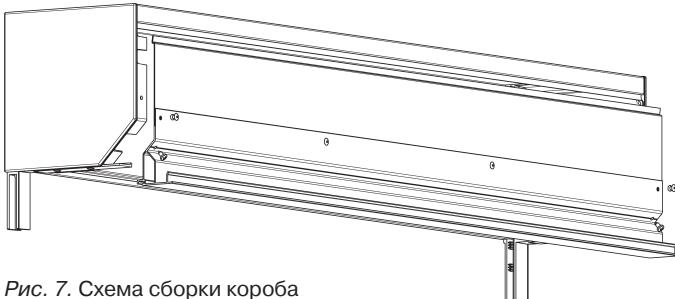

Рис. 7. Схема сборки короба
5.7. Установить переднюю крышку короба (рис. 7). Для чего: